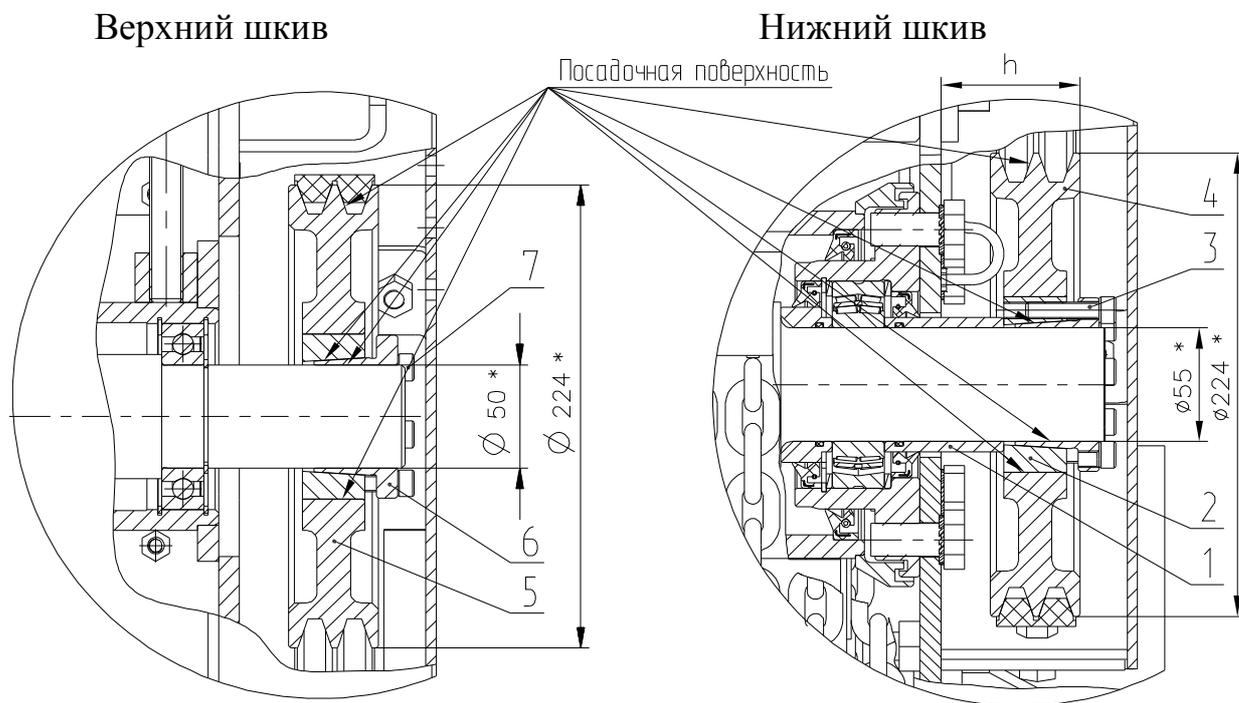

Рисунок 7 – Установка шкивов ременной передачи
3.3.4 Шкивы подвержены износу по посадочным канавкам ремней (ресурс шкивов при правильной эксплуатации около 2500 – 3500 часов). При сильно сточенных канавках ремень вращается не на идеальных поверхностях, а глубже к центру, что приводит к разрезанию соединенной части ремня. В данном случае шкивы необходимо заменить. При замене шкивов необходимо тщательно очистить и обезжирить посадочные поверхности валов, шкивов и разжимных втулок (рисунок 7). Установить на ось ротора, вплотную к дистанционной втулке 1, разжимную втулку 2. Винты 3 разжимных втулок 2 наживить, но не затягивать. Установить шкив 4 заподлицо со втулкой разжимного кольца (размер  $h=66,5\pm 1$ ). Зажать равномерно винты 3 разжимной втулки 2, контролируя при этом упор в дистанционное кольцо. Установить разжимную втулку 6 и шкив 5 на ось подшипникового узла (верхний вал). Произвести замер совпадения канавок ручьев верхнего и нижнего шкивов. Допуск несовпадения канавок шкивов не более 1 мм. Винты 7 разжимной втулки 6 равномерно затянуть. Установку винтов 3 и 7 производить на фиксатор резьбовых соединений LOCTITE 243 или аналогичный с моментом затяжки винтов 23 Н·м. Проверку момента затяжки винтов 3 и 7 произвести через первые 30 и 60 мин обкатки.